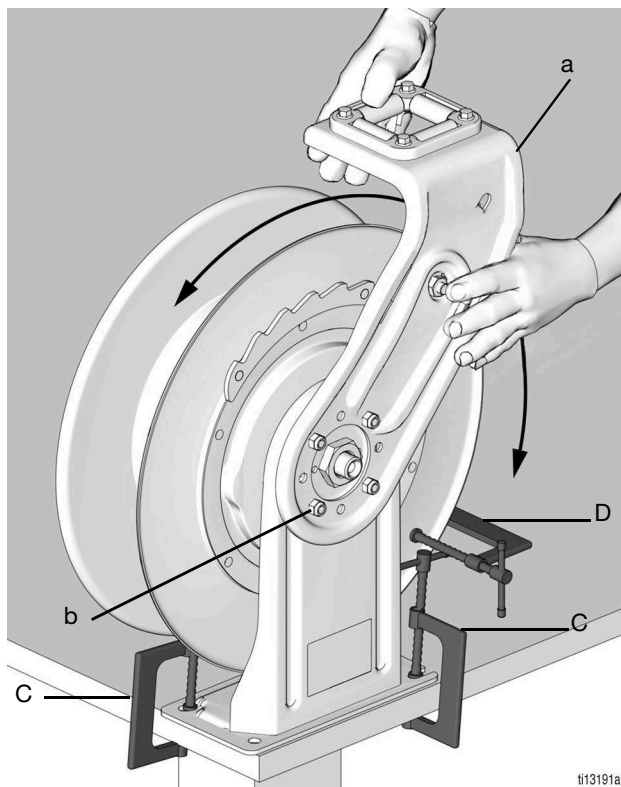

Рис. 9
- a. Закрепите катушку на устойчивой поверхности с помощью зажимных скоб (C) (Рис. 9).
- b. Прикрепите зажимную скобу (D) к фланцу катушки для предотвращения самопроизвольного расцепления катушки и ее свободного вращения (Рис. 9).